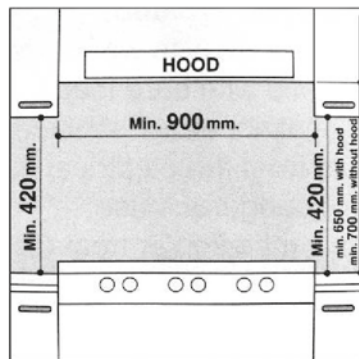

Fig.5
- c) Los armarios deben colocarse cerca de la campana a una altura de 420 mm como mínimo (**Fig. 5**).